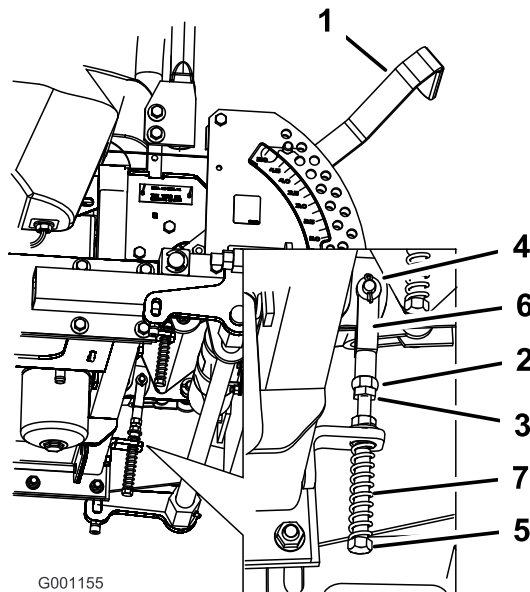

Figure 67
8. Si un réglage s'impose, desserrez l'écrou et l'écrou de blocage vissés contre la chape (Figure 67).
9. Appliquez une légère pression à l'arrière du levier, et tournez la tête du boulon de réglage dans le sens voulu pour centrer le levier à la position de verrouillage du point mort (Figure 67).
10. Serrez l'écrou et l'écrou de blocage (Figure 67).